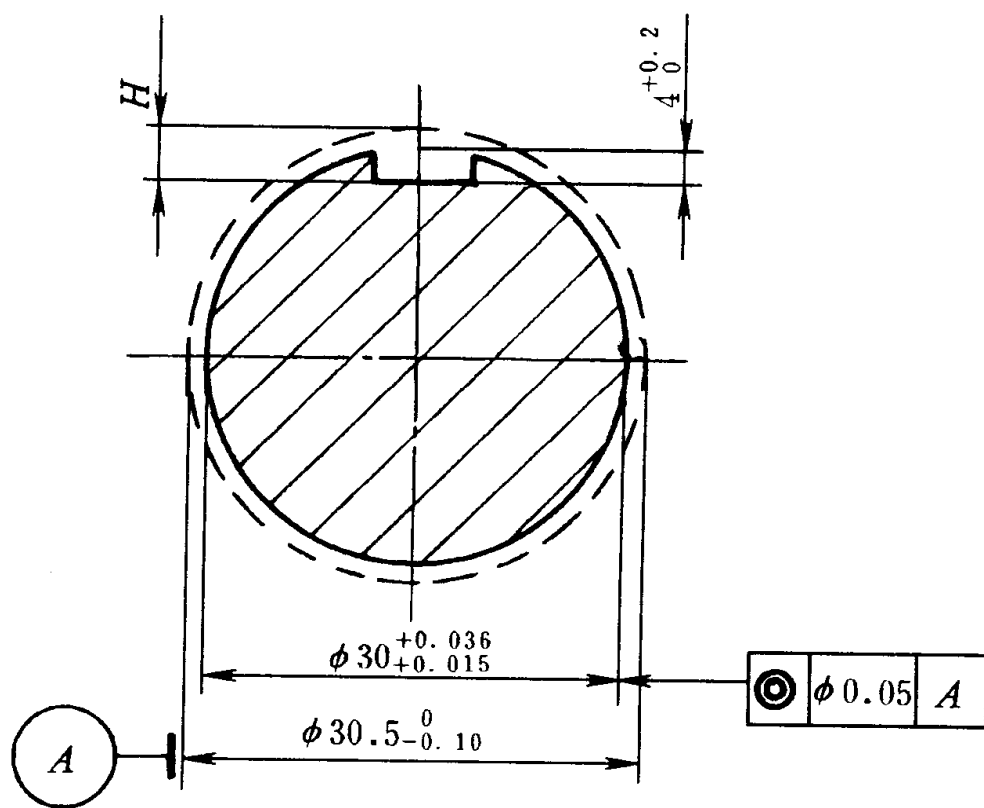

图 20-7
7. 图 20-7 所示小轴的部分工艺过程为：车外圆 $\phi 30.5_{-0.1}^0 \text{ mm}$ ，铣键槽深度为 H ，热处理，磨外圆至 $\phi 30_{+0.015}^{+0.036} \text{ mm}$ 。设磨后外圆与车后外圆的同轴度公差为 $\phi 0.05 \text{ mm}$ 。求保证键槽深度为 $4_{+0}^{+0.2} \text{ mm}$ 的铣槽深度 H 。